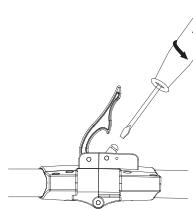
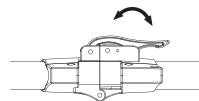

Рис. 2
Рис. 3
- Сначала отрегулируйте винт отверткой (Рис. 2), затем непосредственно закрепите стопорным ключом (Рис. 3).